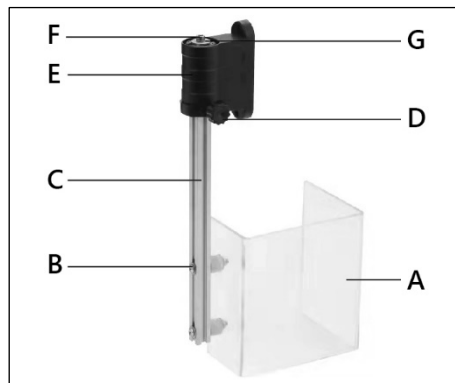

Рисунок 12.
Прикрепите защитный экран (A) (рис. 12) к направляющей (C) с помощью двух винтов, шайб и гаек (B). Вставьте направляющую в специальный кронштейн (E). Затем установите ограничительную шайбу (G) с помощью винта (F). Настроить высоту установки защиты можно с помощью винта (D).